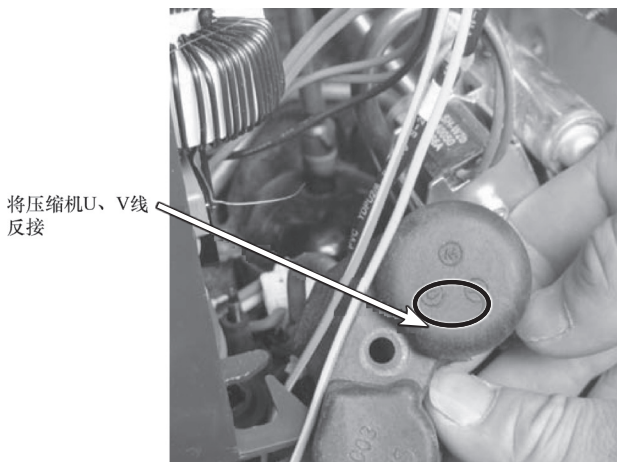

图 5-63 将 U、V 线反接
7) 把压缩机 U、V 线反接，使压缩机反转运行，如图 5-63 所示。